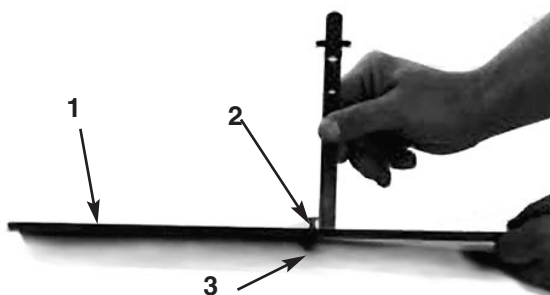

Bild 7
3. Lockern Sie die Mutter an der Abstandslehre (Bild 7) und stellen die Einstellschraube auf die